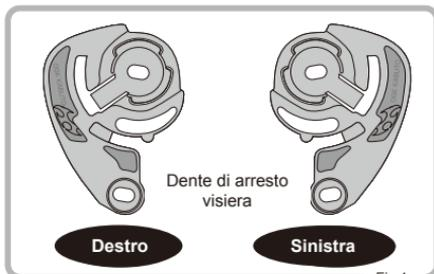

Fig. 1
- ① In primo luogo, controllare il lato del dente di arresto come mostrato in Fig. 1.